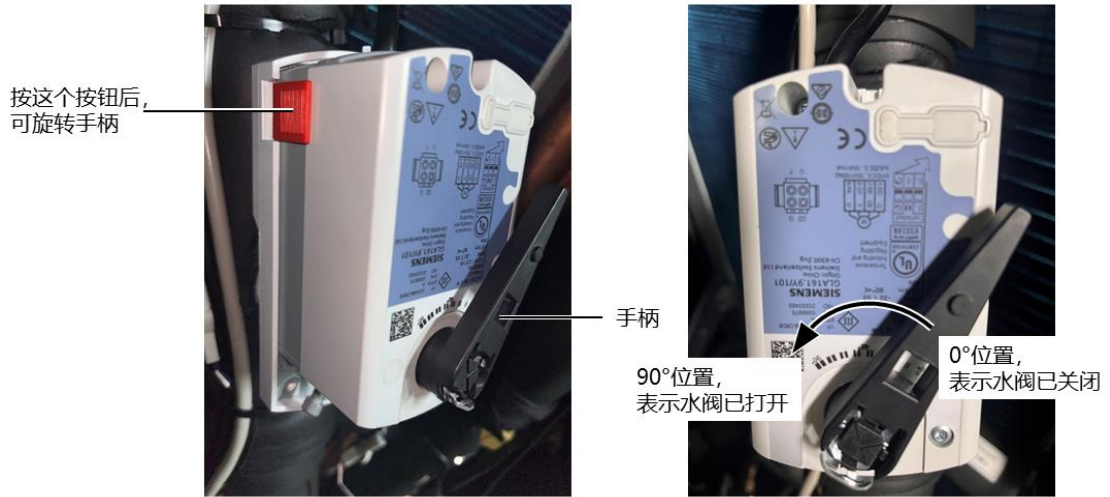

图5-1 水阀及手动开阀操作
3. 拔掉水阀线缆的对插端子，手动打开水阀到最大开度，如图 5-1 所示，按下手动按钮并将阀杆旋转至 90° 位置。